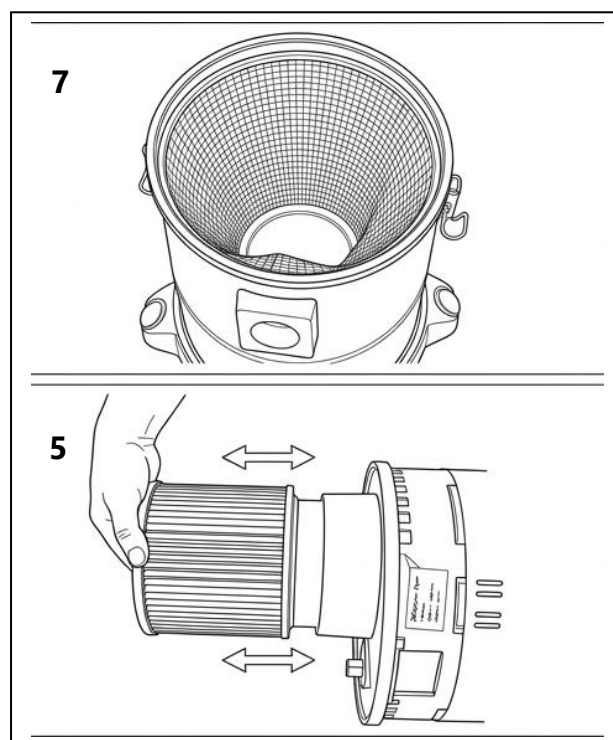

Рис. 4
7. Установите крышку прибора (5) на контейнер (7) и зафиксируйте её двумя зажимами (Рис. 4).